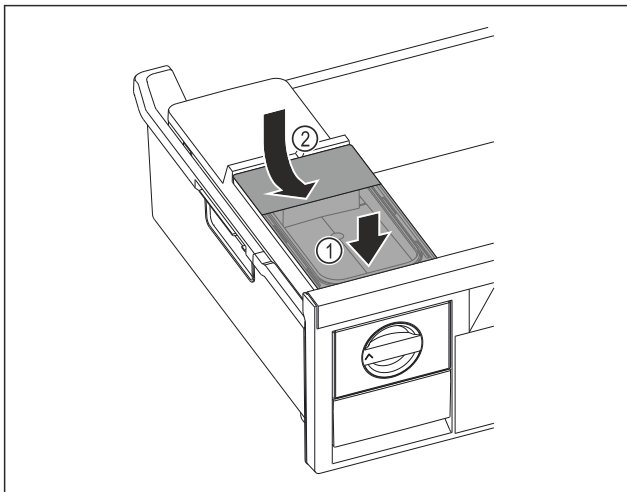

Fig. 68
- ▶ Помістити бак для води спереду. Fig. 68 (1)
- ▶ Опустити бак для води ззаду. Fig. 68 (2)